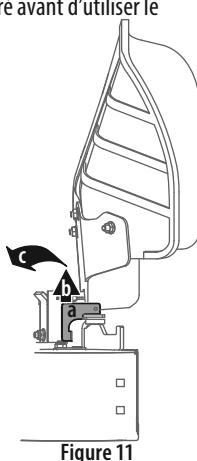

Figure 11
- La goulotte est livrée attachée et avec un support d'arrêt tenant la goulotte en position verticale. Le support d'arrêt doit être retiré avant d'utiliser le tracteur. Voir Figure 11.